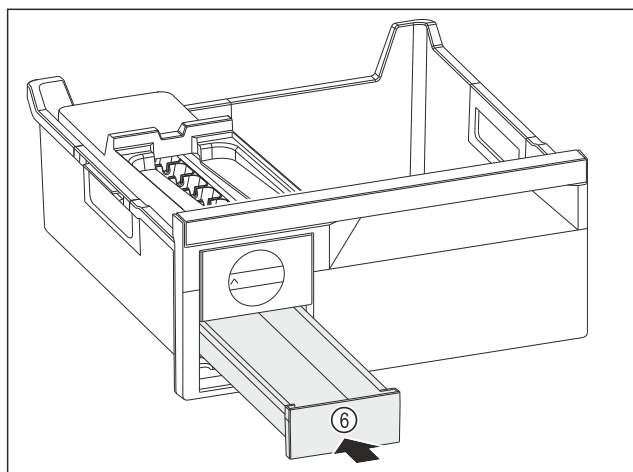

Fig. 188
- ▶ Introducir el cajón para cubitos de hielo Fig. 188 (6).